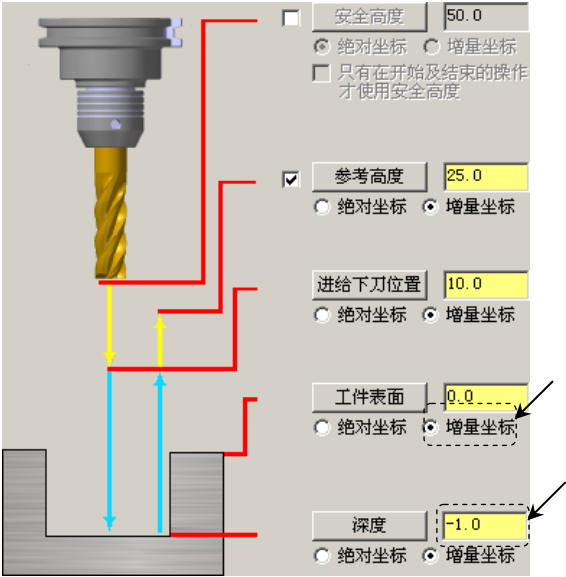

图 15.55 “共同参数” 参数设置界面
(3) 设置共同参数。在“2D 刀具路径 - 外形铣削”对话框中的左侧节点列表中，单击 **共同参数** 节点，设置图 15.55 所示的参数。